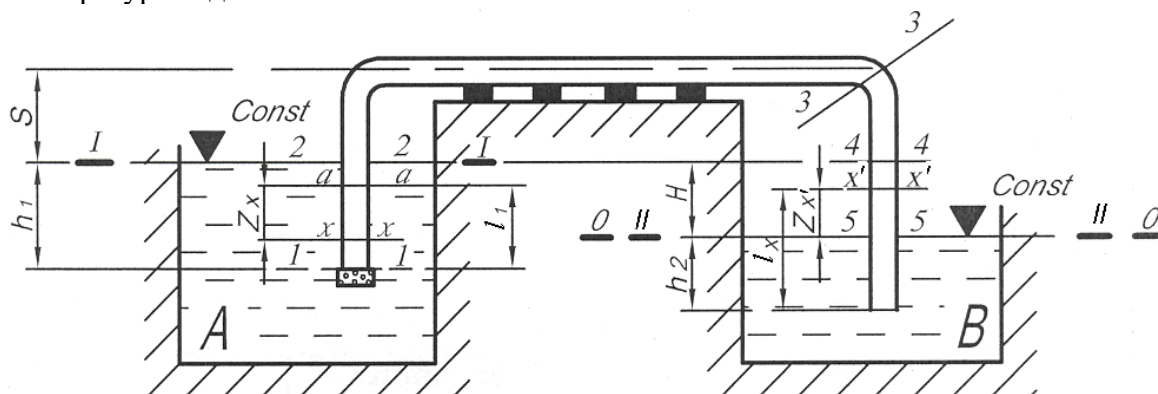

Рис. 6.1
6.2. Определить, какой расход можно перекачать сифоном из водоема A в водоем B при разности горизонтов H (выбирается по вариантам) (рис. 6.1), если длина сифона l (выбирается по вариантам), а диаметр сифона $d = 200$ мм. Трубы чугунные, нормальные ($\Delta = 1,35$ мм). Вычислениями выяснить, будет ли в сечениях 1-1, 2-2, 3-3, 4-4, 5-5 манометрическое давление или вакуум? Найти, где расположены сечения, в которых давление в сифоне будет равно атмосферному. Почему в сечении 3-3 будет наибольший вакуум?